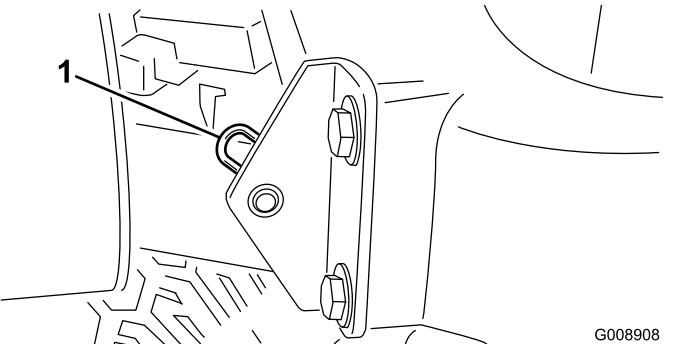

Рисунок 35
- Снимите игольчатый шплинт крепления оси поворота капота к монтажным кронштейнам (Рисунок 35).